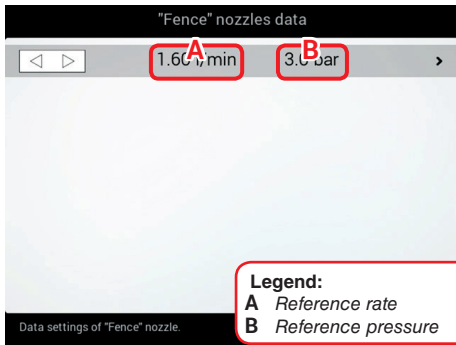

Fig. 70
- Välj munstycke som du vill installera (Fig. 70).